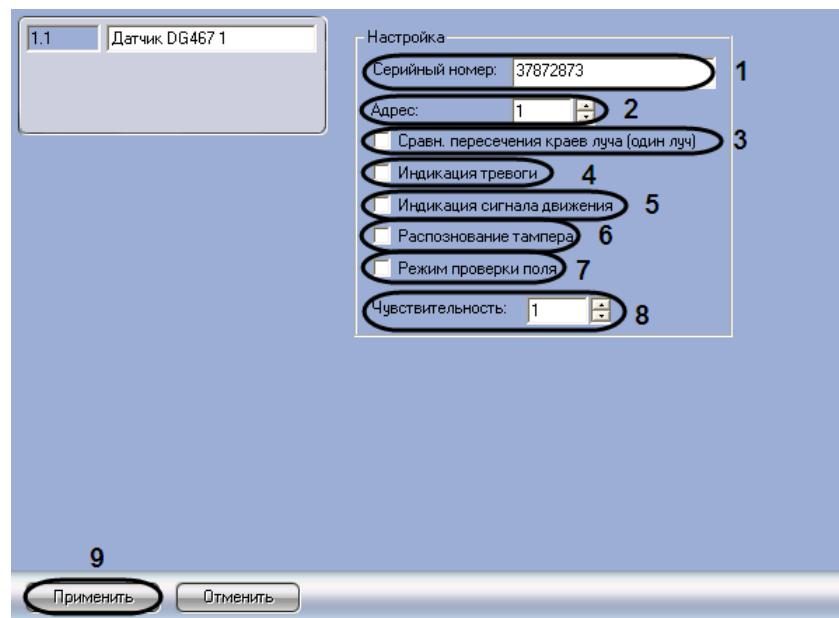

Рис. 3.8-2. Панель настройки объекта Датчик DG467
1. Перейти на панель настройки объекта **Датчик DG467** (Рис. 3.8-2)
2. В поле **Серийный номер** (см. Рис. 3.8-2, 1) ввести серийный номер датчика DG467 в шестнадцатеричном формате.
3. В поле **Адрес** ввести с помощью кнопок **вверх-вниз** адрес датчика DG467 в десятичной системе счисления (см. Рис. 3.8-2, 2).
4. При необходимости подавать сигнал тревоги, если разорван один луч, установить флагок **Сравн. Пересечения краев луча (один луч)** (см. Рис. 3.8-2, 3).
5. Для индикации диода на датчике при тревоге установить флагок **Индикация тревоги** (см. Рис. 3.8-2, 4).
6. Для индикации диода на датчике по сигналу движения установить флажок **Индикация сигнала движения** (см. Рис. 3.8-2, 5).
7. Для отслеживания состояния корпуса датчика установить флажок **Распознавание тампера** (см. Рис. 3.8-2, 6).
8. Для перехода в режим тестирования поля установить флажок **Режим проверки поля** (см. Рис. 3.8-2, 7).
9. В поле **Чувствительность** ввести с помощью кнопок **вверх-вниз** значение чувствительности датчика DG467 (см. Рис. 3.8-2, 8).
10. Для сохранения внесенных изменений нажать кнопку **Применить** (см. Рис. 3.8-2, 9).